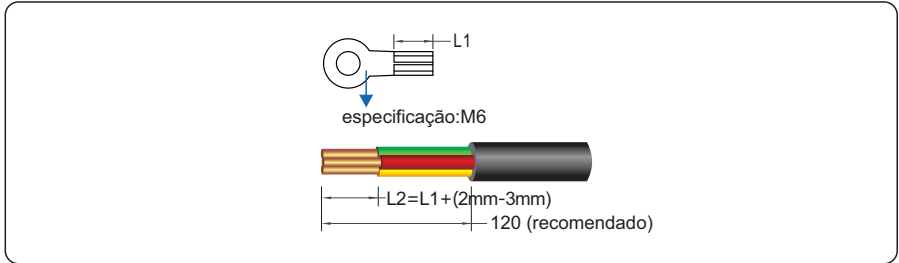

Figura 5.4 Stripped length (unit: mm)
Passo 1 Remova um comprimento adequado da jaqueta e camada de isolamento do cabo de saída CA usando um removedor de fios, conforme mostrado na Figura 5.4.